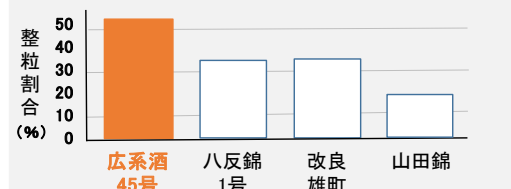

図2 高温登熟処理時の整粒割合
- ◆ **高温登熟耐性**: 高温下で登熟しても玄米品質が低下しにくい(図2)